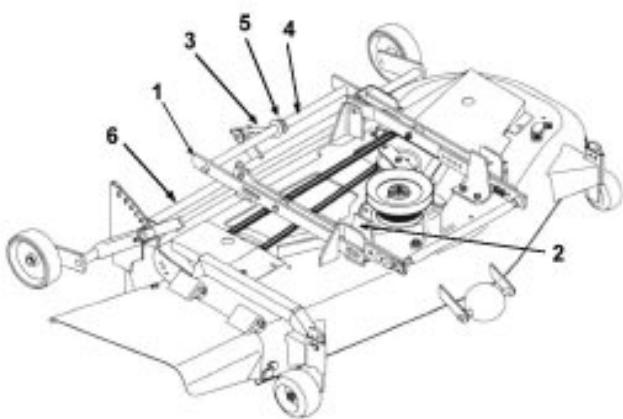

Figure 6
5. Retirer les goupilles et rondelles de la barre de nivellation, et la retirer des tringles. Déposer les colliers de blocage (fig. 6).
6. Retirer le boulon à œil et détacher le tourillon (fig. 6).
7. Rattacher le tourillon et le boulon à œil de l'autre côté de la barre plate soudée au support des galets (fig. 6).
8. Pour remonter la barre de nivellation, la faire pivoter de 180°, l'insérer dans le boulon à œil et dans le collier de blocage, puis insérer les deux extrémités de la barre dans les tringles de nivellation, et la fixer à l'aide des goupilles et rondelles d'origine (fig. 6).
9. Redresser le boulon à œil pour qu'il soit perpendiculaire à la barre, puis glisser le collier contre le boulon à œil et le bloquer en position (fig. 6).